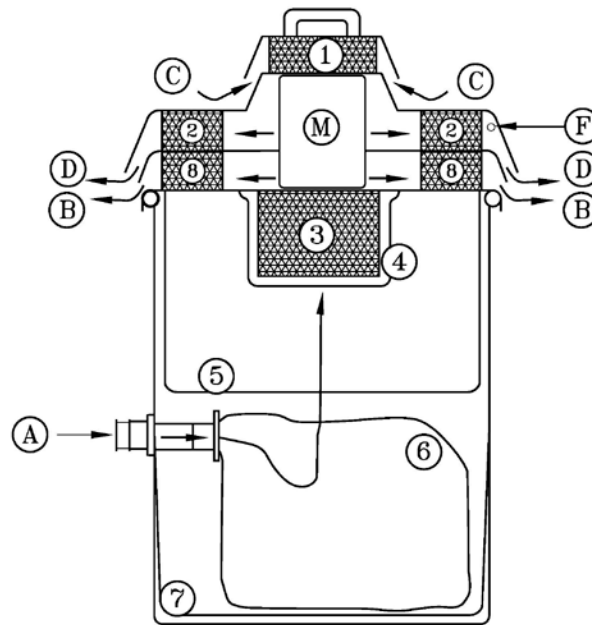

Abb. 1
2. Setzen Sie den Poly-Liner-Einsatz (Teil # 7 von Abb. 1) auf den Boden des Staubbehälters.
3. Verbinden Sie den Filterbeutel (Teil # 6 von Abb. 1) mit dem Adapter innerhalb des Staubbehälters.
4. Setzen Sie den Haupttuchfilter (Teil # 5 von Abb. 1) auf den Staubbehälter. Stellen Sie sicher, dass die Dichtung des Filters den Umfang der Lippe des Staubbehälters umfasst.
11.1. AUSTAUSCH DES HEPA-FILTERS FÜR MOTORKÜHLUNG ZULUFT (TEIL #1 AUF ABB. 1 SIEHE ABSCHNITT 7 ZUR ILLUSTRATION)
11.2. AUSTAUSCH DES HEPA-FILTERS FÜR MOTORKÜHLUNG ABLUFT (TEIL #2 AUF ABB. 1 SIEHE ABSCHNITT 7 ZUR ILLUSTRATION)